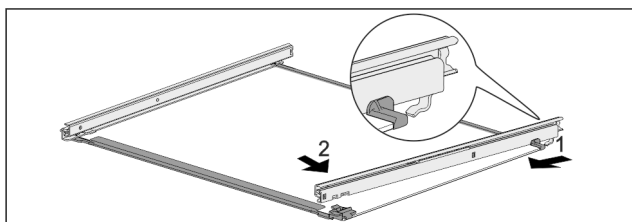

Fig. 121 Glasplade med skinner
- ▶ Fastgør skinnen bagtil. Fig. 121 (1)
- ▶ Lad skinnen gå i indgreb foran. Fig. 121 (2)